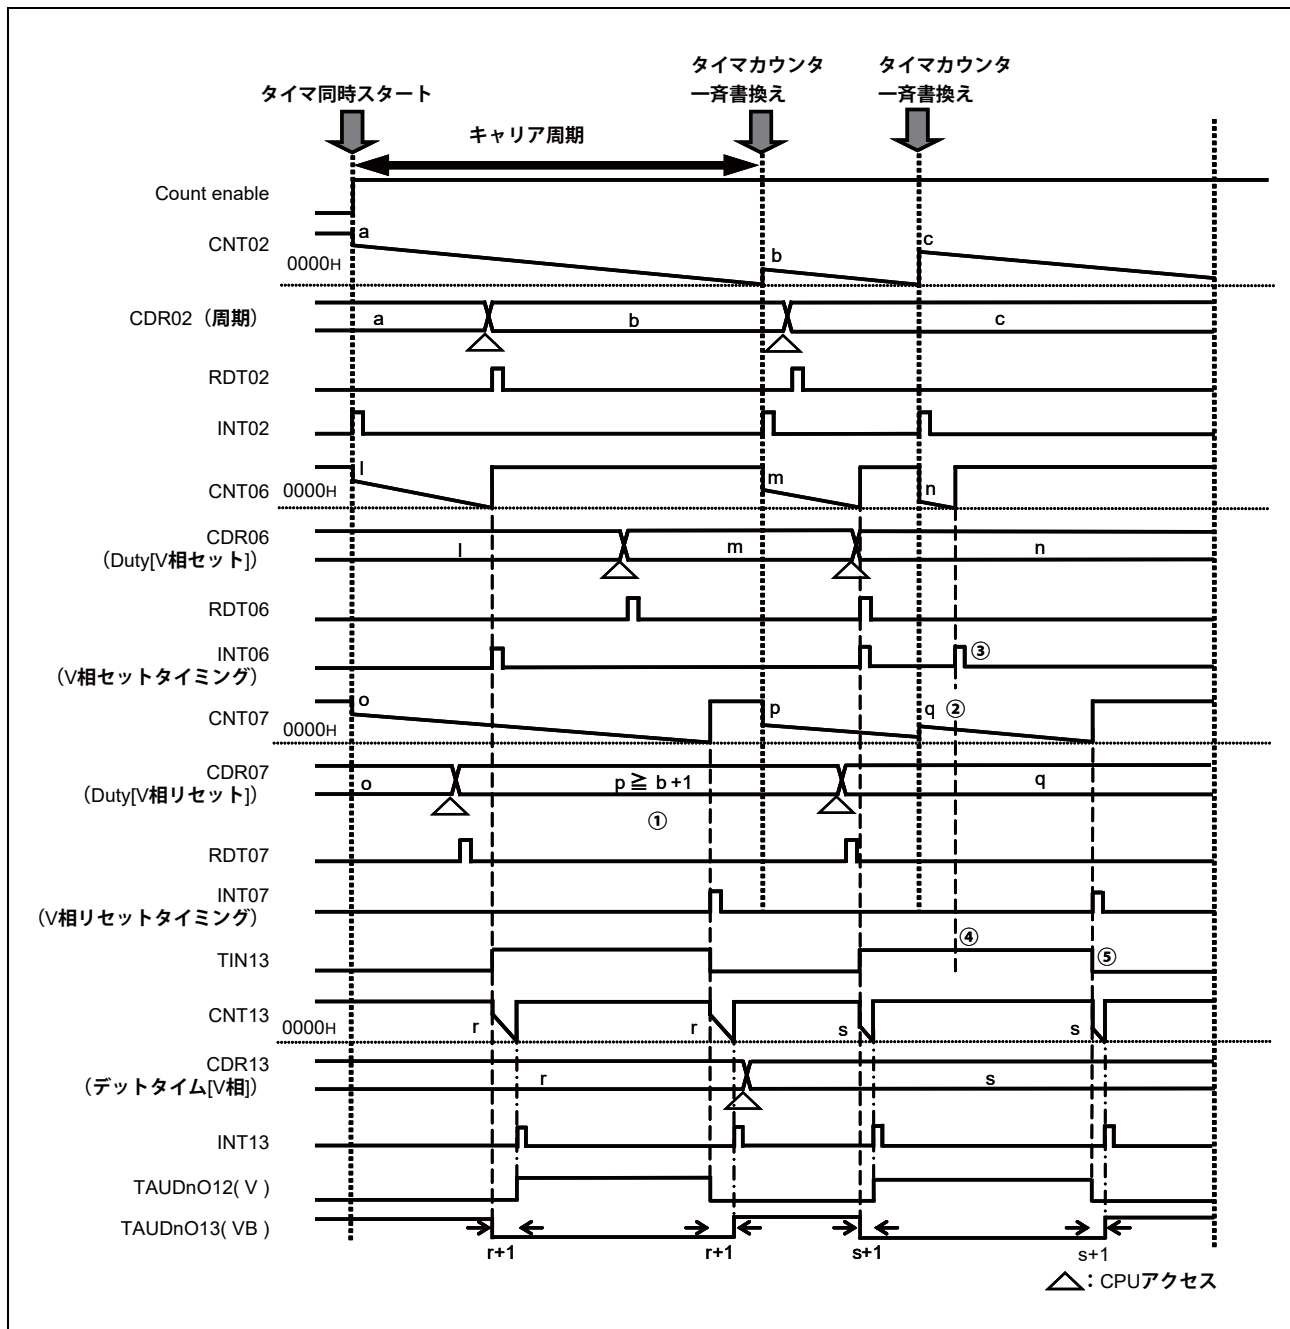

図 23.8 クリアタイミング設定値>キャリア周期設定値 (V相、VB相)
CH07設定値をCH02設定値より大きくした場合 (図 23.8 ①)、V相クリアタイミング信号 (INT07) 発生前に、キャリア周期タイマのアンダーフローが発生し、設定値はリロードさ
れます (図 23.8 ②)。そのため、本来発生すべき V 相クリアタイミング信号 (INT07) は発生せず、V 相セットタイミング信号 (INT06) が連続して発生します (図 23.8 ③)。このとき、PIC 回路内にて V 相セットタイミング信号は無視されるため PWM 出力波形に影響はなく (図 23.8 ④)、出力される PWM 出力はキャリア周期をまたぐ波形が出力されます (図 23.8 ⑤)。